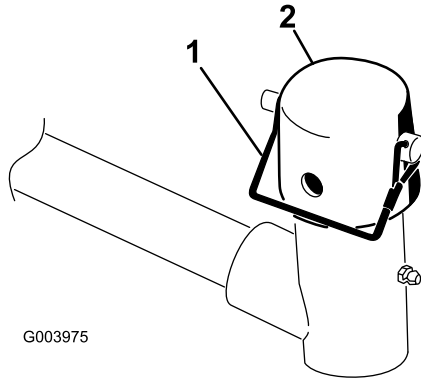

図 9
7. 昇降アームのピボットヨークからスナッパピンとキャップを外す **図 9**。
11. スナッパピンを使って、キャップとキャリアフレームのシャフトを昇降アームのヨークに固定する **図 9**。